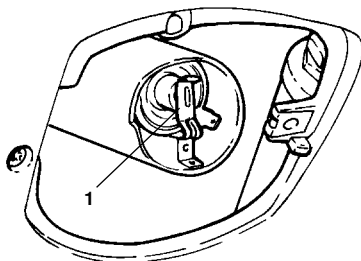

Fig. 45
- Desplazar la lengüeta (1 - Fig. 45) y extraer la lampara fundida.
- Basculer la languette (1 - Fig. 45) et extraire l'ampoule défectueuse